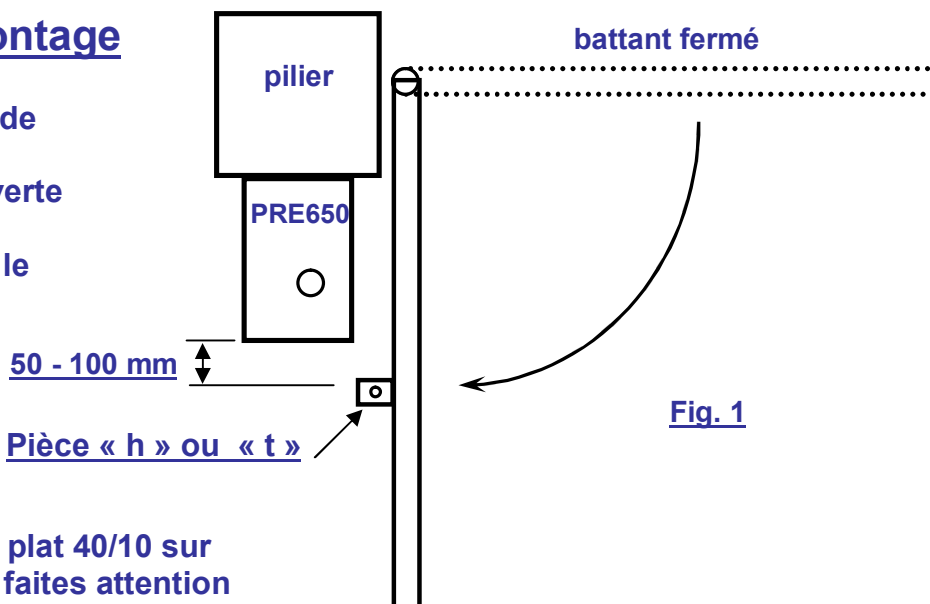

Fig. 1
3. fixez la pièce « h » ou « t » à une distance de 50 à 100 mm derrière le bloc moteur (voir fig. 1)